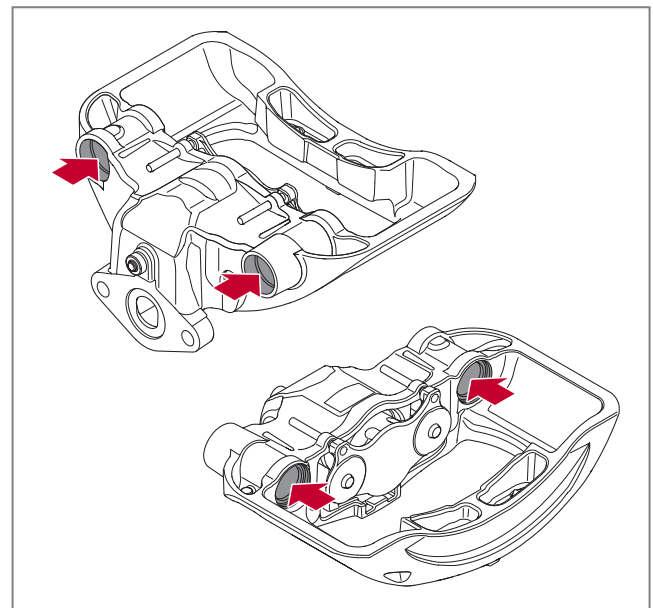

Abb. 64 - Dichtflächen von Bremssattellager/ Buchse reinigen
1. Reinigen Sie die Dichtflächen von Lager/Buchse/ Faltenbalg des Bremssattels, um sicherzustellen, dass sie frei von Schmutz, Feuchtigkeit, Korrosion und Beschädigung sind, siehe ► Abb. 64.